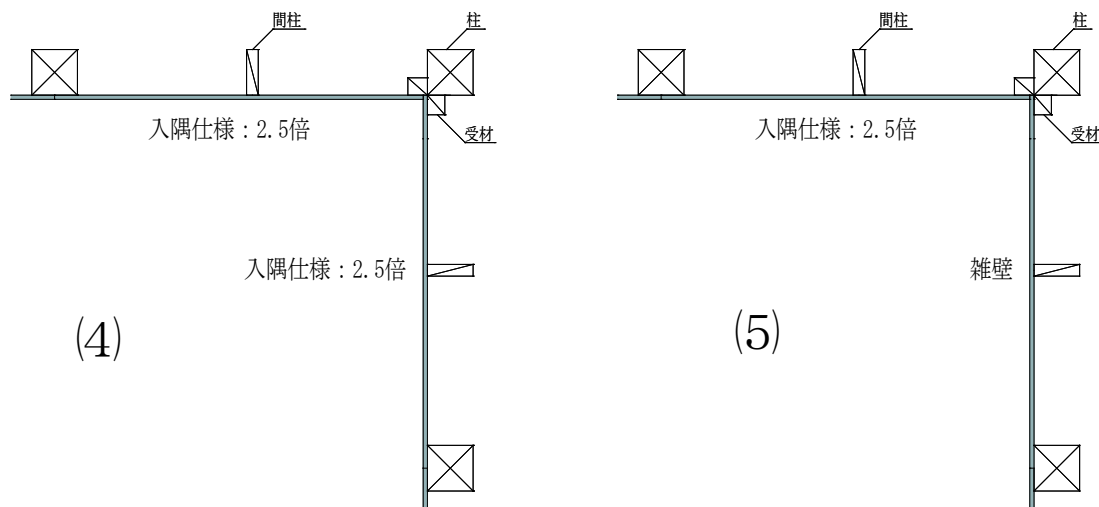

図 10 入隅部の納まり図②
- ・(4)直交する両壁ともに耐力壁（2.5 倍）とできます。また、(5)直交するどちらかの壁が雑壁であった場合でも、もう一方の壁は耐力壁（2.5 倍）とできます（図 10）尚、入隅部面材の勝ち負けおよび 1P・2P は問いません。